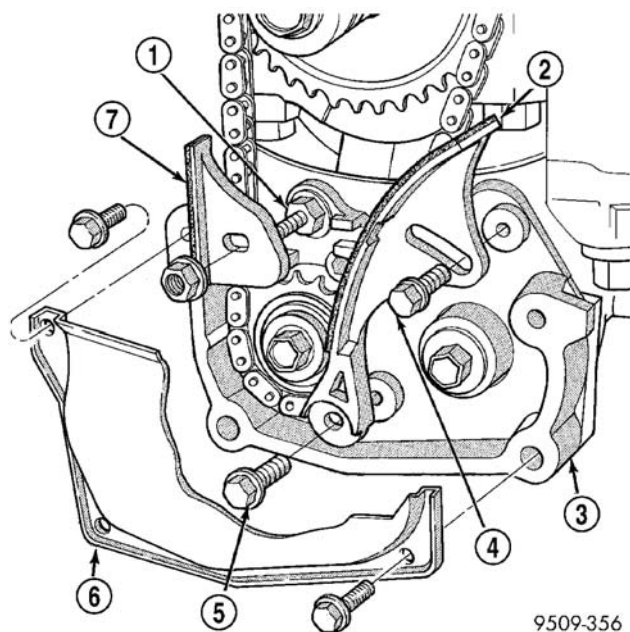

图 128 链条盖、导杆与张紧器
- (1) 放出发动机机油。
- (2) 卸下机油盘和机油吸管。（参见 9-发动机/润滑剂/机油盘-拆卸）。
- (3) 如果更换曲轴链轮，拆下机油泵。（参见 9-发动机/润滑剂/机油泵-拆卸）。
- (4) 拆下链条盖、导杆与张紧器（图 128）。
- (3) 拆下链条盖、导杆与张紧器（图 128）。